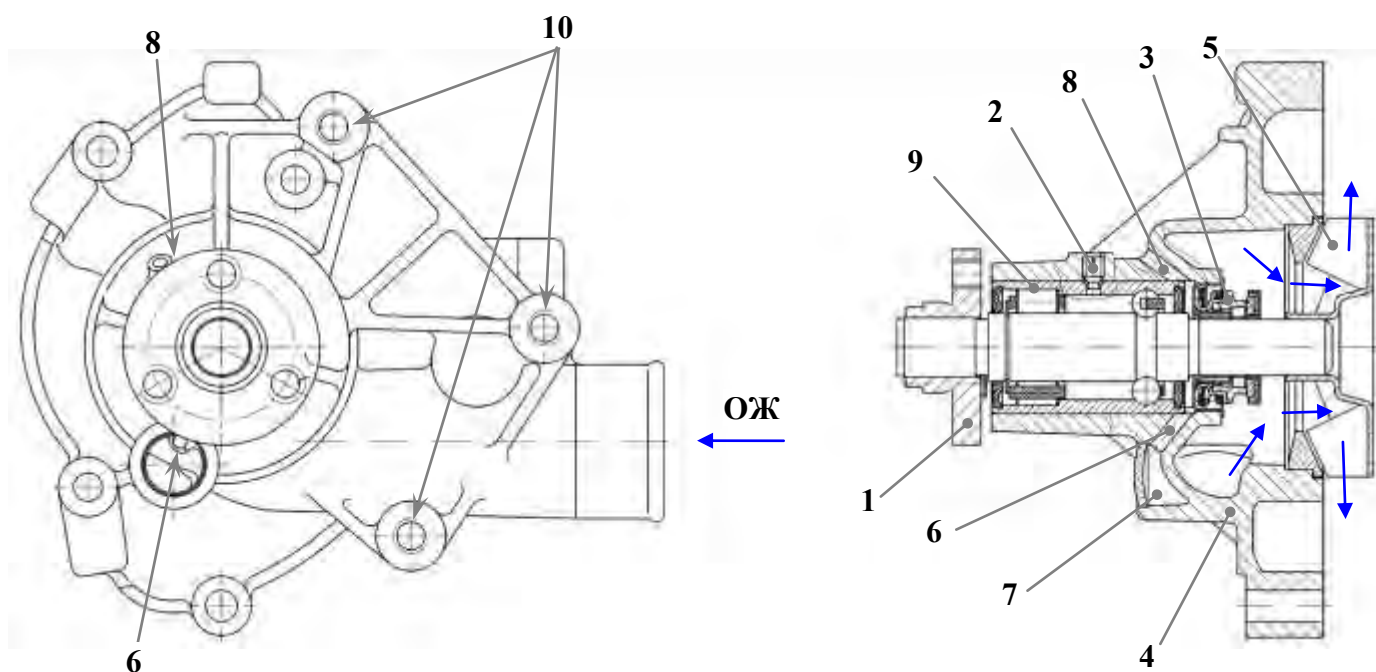

Рис.39. Водяной насос:
**Водяной насос** (рис.39) – центробежного типа, установлен на крышке цепи, подача охлаждающей жидкости насосом осуществляется в блок цилиндров.